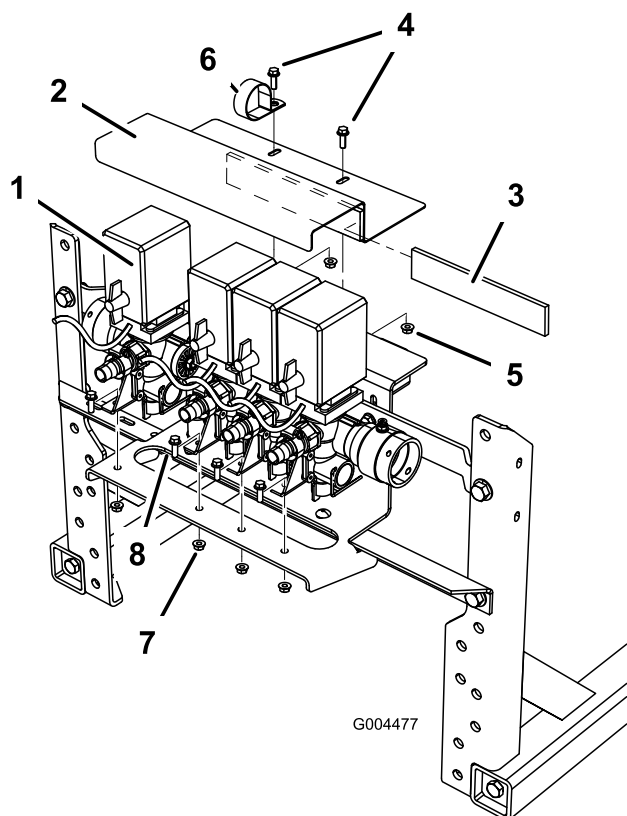

Figura 11
5. Sujete el conjunto de las válvulas a la sujeción del soporte de las válvulas utilizando los fijadores que ha retirado previamente (Figura 11).
- Coloque la cinta de espuma en el soporte de válvulas superior (Figura 11).